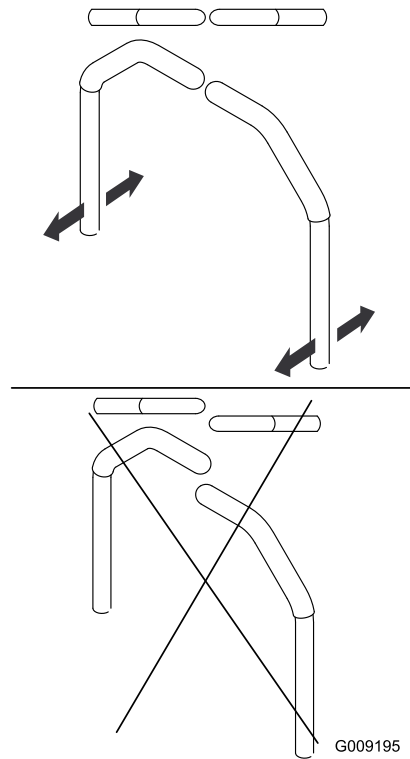

Figure 52
7. Réglez l'alignement avant/arrière des leviers en les plaçant tous deux à la position POINT MORT, puis faites-les coulisser jusqu'à ce qu'ils soient alignés, et serrez les boulons (Figure 52).